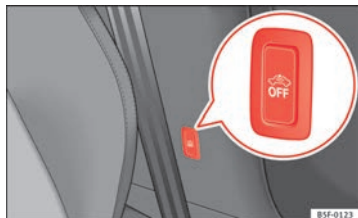

Fig. 53 Touche de protection volumétrique/de protection anti-soulèvement
- Pour désactiver la protection volumétrique et la protection anti-soulèvement, coupez le contact d'allumage et appuyez sur la touche ⇒ fig. 53. Le témoin correspondant à la touche s'allume.